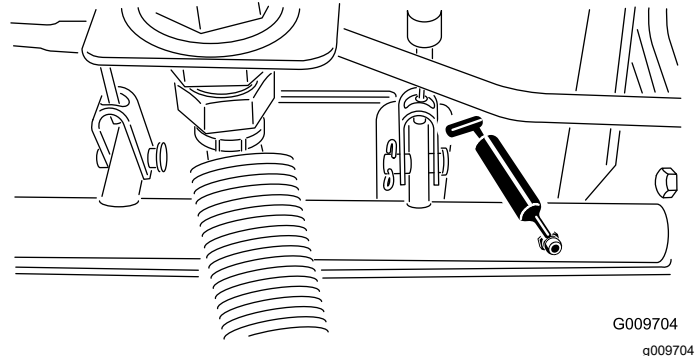

Figure 43
- Roulements d'axes de pivots de freins (5), comme montré à la Figure 43.